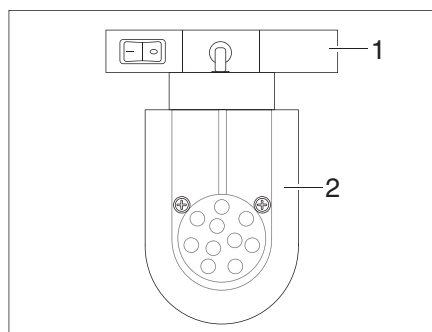

Fig. 139 Faretto a LED (esempio)
- Afferrare il supporto (Fig. 139,1) e girarlo di 90°.
- Togliere il faretto a LED (Fig. 139,2) dal sistema di guide.
- Riapplicare il faretto a LED (Fig. 139,2) nel sistema di guide nella posizione desiderata e girarlo di 90°.